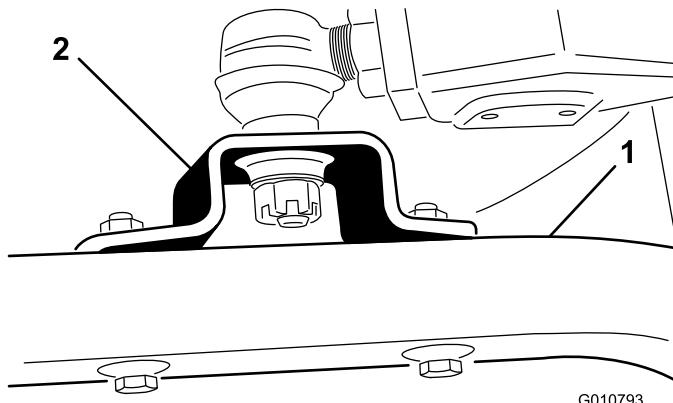

Figure 19
- Enlevez les vis et contre-écrous qui fixent les supports de rotules aux bras pivotants du plateau de coupe (Figure 19).
- Placez le levier de relevage en position de flottement. Appuyez sur les bras de relevage jusqu'à ce que les trous des supports de rotules soient en face des trous des bras pivotants (Figure 19).